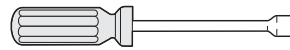

Fig. 6
- Llave de tuerca de 1/4" y 5/16" o destornillador de punta plana (Fig. 6).